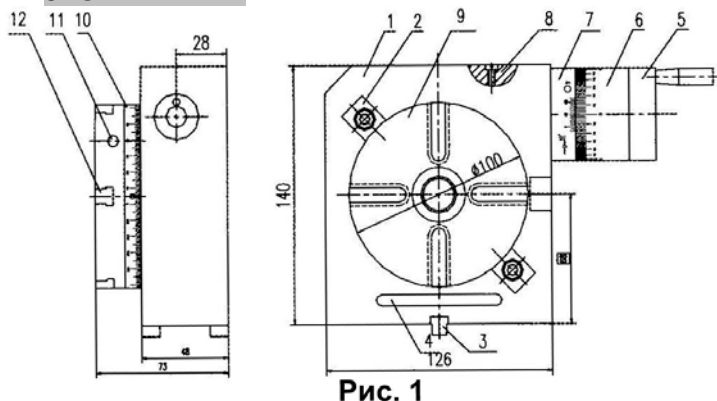

Рис. 1
Основные детали (см. Рис. 1)
5. ТЕХНИЧЕСКОЕ ОБСЛУЖИВАНИЕ И СМАЗКА (см. Рис. 1)